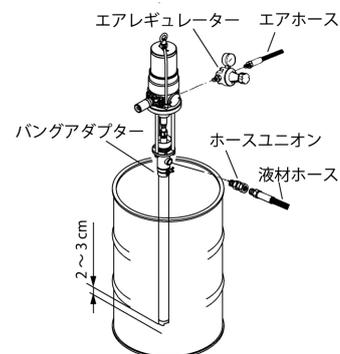

Fig.5
- 2) バングアダプターにポンプを差し込み、ポンプの下端 (フートバルブ部) がドラム缶の底に当たったら、2~3 cm ポンプを持ち上げてポンプのフートバルブとドラム缶の底との間に隙間をとり、バングアダプターの蝶ネジを締めてポンプを固定してください。(Fig.5)